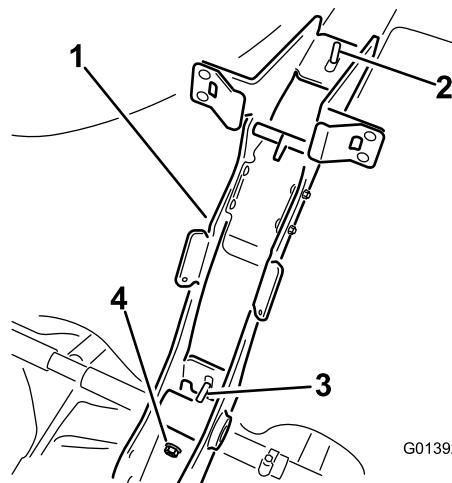

Figura 4
- Sujete el bastidor principal al fleje del depósito (Figura 4) usando 2 tuercas con arandela prensada (3/8").